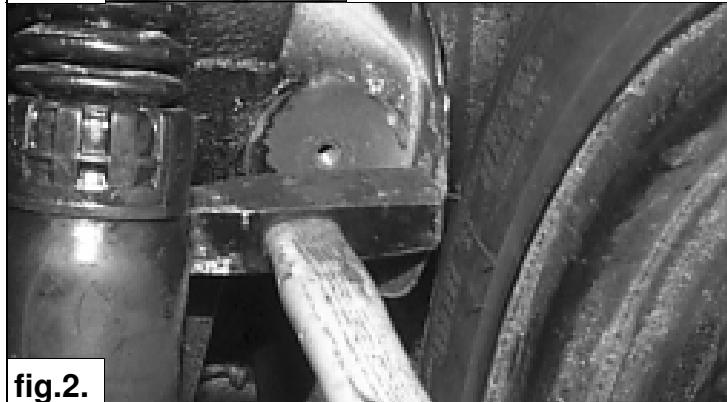

fig.2.
4. Biegen Sie das Karosserieblech beim Pufferhalter 5 mm zur Fahrzeugaußenseite. Siehe Fig.2.
9. Platzieren Sie die Niveaufeder **C** mit den Enden **E** zur Vorderseite des Autos über den Gummipuffer **R**. Siehe Fig.2.
4. Plier la carrosserie de 5mm à hauteur de la fixation de la butée vers l'exterieur du vehicle. Voir fig.2.
9. Poser le ressort de renfort **C** par-dessus le caoutchouc **R**, les extrémités **E** orientées vers l'avant du véhicule. Voir fig.2.
4. Böj ut plåt blecket 5mm mot utsidan, på den plats där gemon slagsgummi satt. Se fig.2.